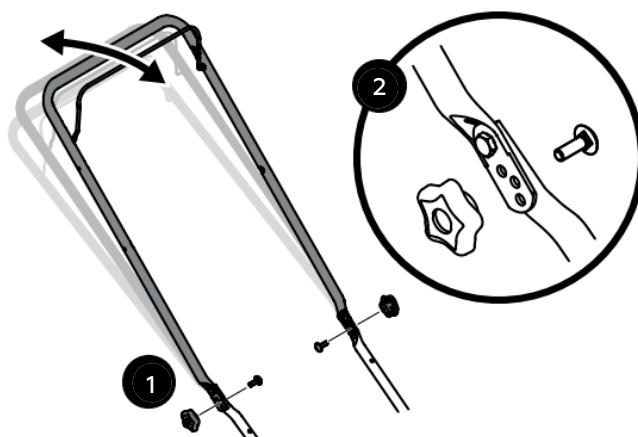

Рис. 18
1. Удалите гайки-барашки и болты из рукоятки (рис. 18).
2. Установите рукоятку в одно из трех положений, наиболее комфортное оператору (вставка рис. 18).